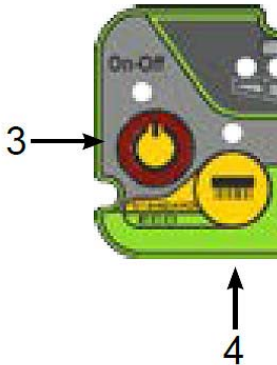

Abb. 22: Maschine einschalten
Schritt 1: Schalten Sie die Maschine durch Drücken des Hauptschalters (Pos.3, Abb.22) ein.
Schritt 2: Wählen Sie über den Betriebswahlschalter (Pos. 4, Abb. 22) die Bürstensteuerung an.